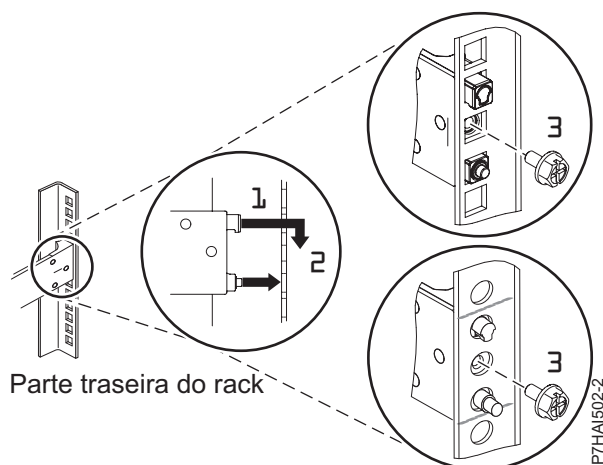

Figura 3. Alinhando e Encaixando os Pinos nos Orifícios na Parte Traseira do Rack
3. Alinhe os dois pinos localizados na parte traseira do trilho deslizante com os orifícios da parte superior e inferior dentro da unidade EIA selecionada que foram marcados anteriormente. Puxe o trilho deslizante em sua direção para inserir os dois pinos nos orifícios do rack (1) e abaixe o trilho deslizante para baixo (2) para encaixar o gancho no pino superior. Para obter detalhes, consulte Figura 3 na página 5. Assegure-se de que os dois pinos apareçam através dos orifícios do rack antes de prosseguir para a próxima etapa.